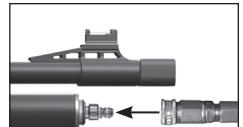

Fig. 3
- Befestigen Sie die Schnellkupplung Ihrer Füllvorrichtung am Füllnippel des Luftgewehres (Abb. 3).